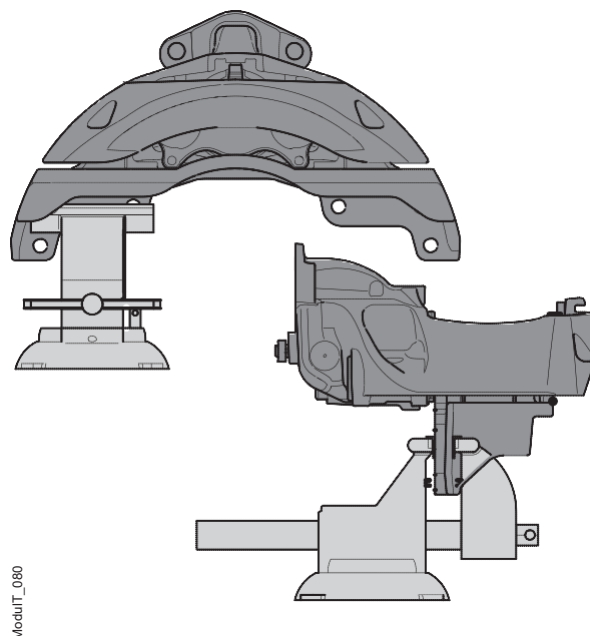

Figura 41. Arranjo de fixação para substituição dos foles de proteção do spindle
1. Prenda o freio a disco firmemente em um torno com garras macias, consulte a figura 41 para obter o arranjo de fixação. Certifique-se de que as garras do torno não danifiquem o freio a disco.